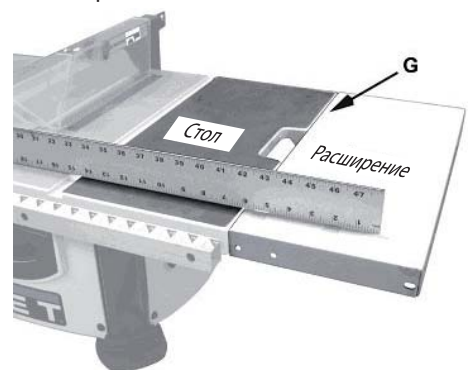

Рис. 11
- Регулировка положения. Поместите линейку вдоль стола и дополнительно стола с переднего края, как показано на рис. 11.